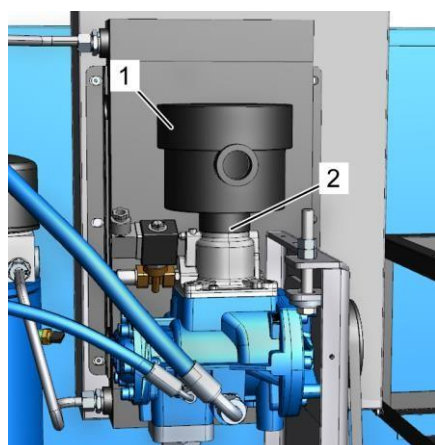

Рис. 50: Отсоединение хомутка приемного фильтра
4. Отсоедините хомутки приемного фильтра (Рис. 50/2).
5. Извлеките старый приемный фильтр (Рис. 50/1).
6. Установите новый приемный фильтр (Рис. 50/1).
7. Затяните хомутки приемного фильтра (Рис. 50/2). ↪ Приложение В «Моменты затяжки винтов» на странице 153